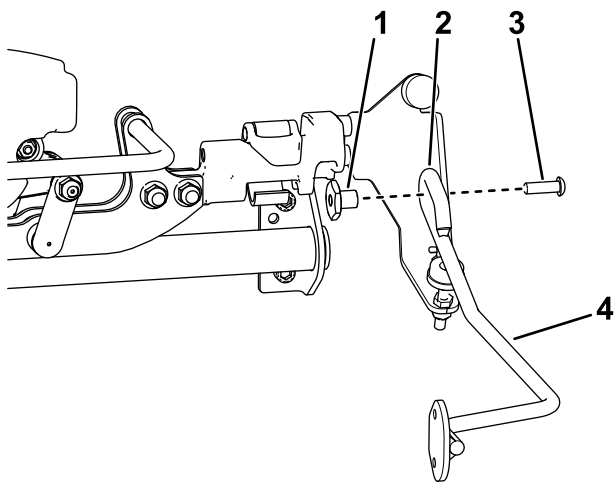

Figura 6
5. Montate un'asta per la spazzola su entrambe le staffe con una vite a brugola (5/16" x 1") e un dado distanziale (Figura 6).
Accertatevi che l'anello saldato sull'asta della spazzola sia posizionato come illustrato in Figura 6.